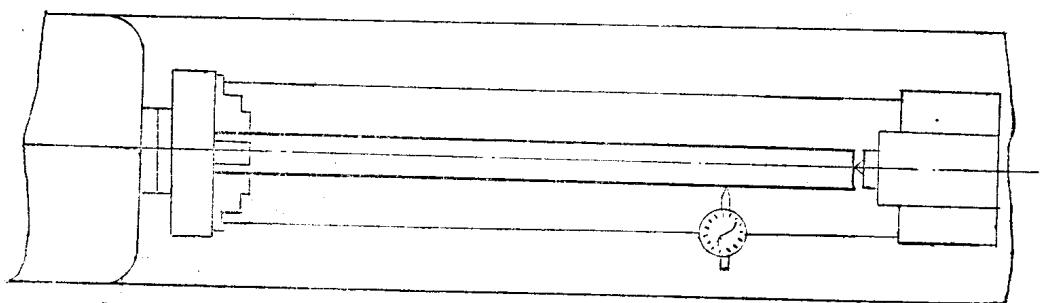

图 5
2. 尾座顶尖中心对床头中心的同心度是非常重要的，是保证长轴精度达到质量要求的重要因素之一，所以加工前需调整好同心度。检查方法与检查平行度相同。百分表指向试验棒的侧面（或切削方向）如图5示。